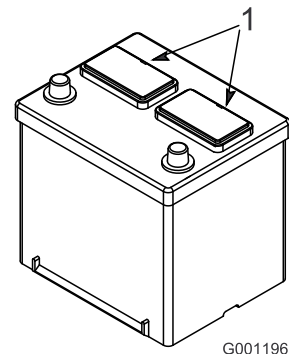

Bild 21
1. Reinigen Sie die Oberseite der Batterie und nehmen Sie die Entlüftungsdeckel ab (Bild 21).